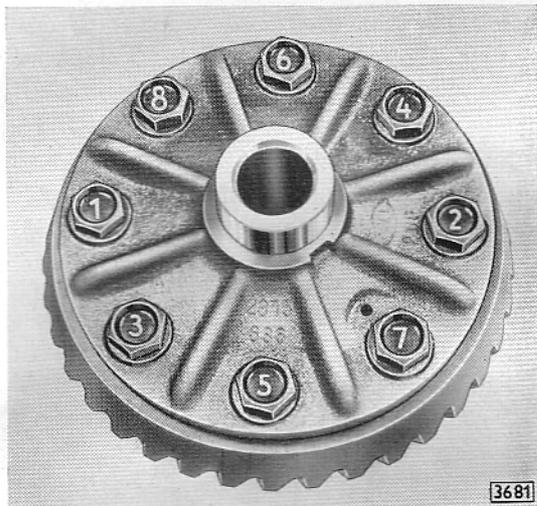

Bild 39 - Reihenfolge für das Festziehen der Tellerradschrauben
1. Tellerrad an Ausgleichgehäuse mit Sechskant-Schafschrauben – ohne Federringe – zunächst kreuzweise leicht beiziehen und dann nach der in Bild 39 angegebenen Reihenfolge auf ein Drehmoment von **11,0 kpm** festziehen. Tellerradschrauben vor dem Befestigen mit Tri reinigen und mit Preßluft sauberblasen. Anschließend Schaft und Gewinde der Schrauben so mit Dichtungsmasse L 000 161/3 bestreichen, daß beim Festziehen Dichtungsmasse unter den Schraubenköpfen hervorquillt. Herausgequollene Dichtungsmasse nach dem Befestigen abwischen.